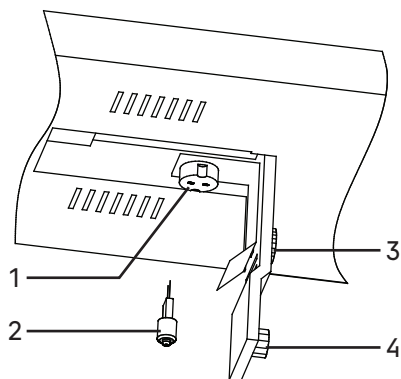

Рис. 22. Замена лампы проходящего света
- ослабьте винт 4 и откройте дверцу 3, как показано на рис. 22;